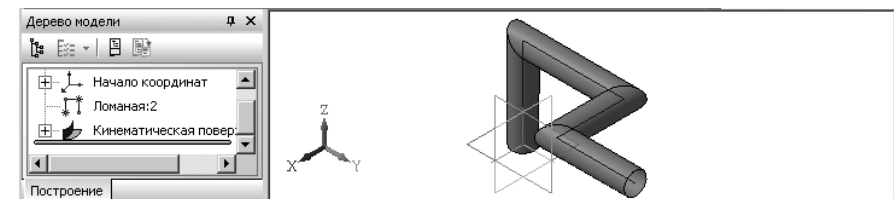

Рис. 7.119. Пример кинематической поверхности – трубопровод
- щелкните на панели инструментов **Вид** по кнопке **Полутоновое**. Появится искомая кинематическая поверхность в полутоновом виде (рис. 7.119).